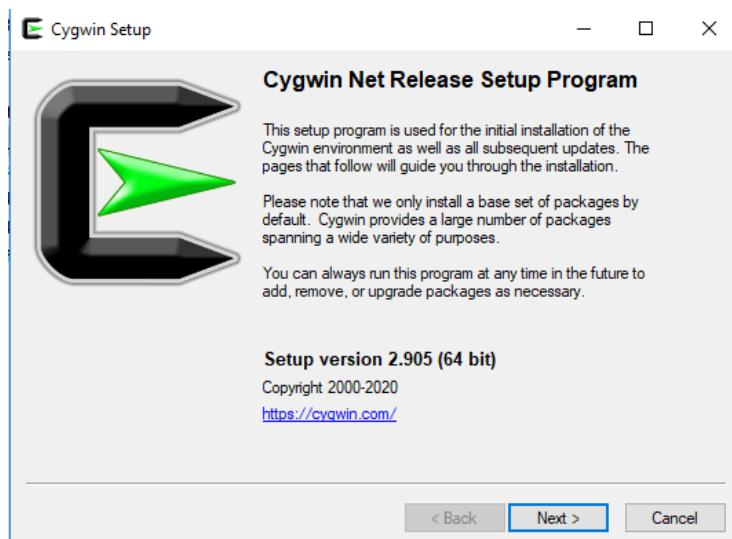
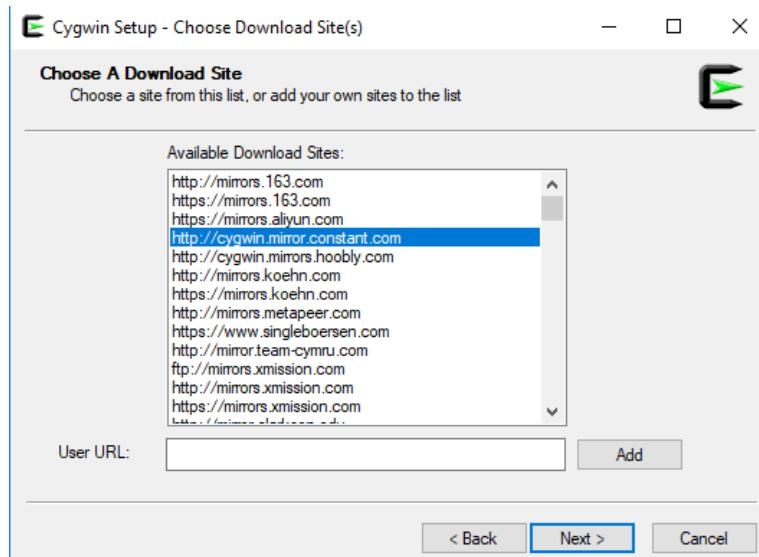

图102. Cygwin安装窗口
图103. 选择下载站点
2. 双击安装文件以在计算机上执行此文件（图102）。单击“Next”（下一步）几次，保留默认选项。安装程序会要求您“Choose a Download Site”（选择下载站点）（图103），可以选择其中任一选项。